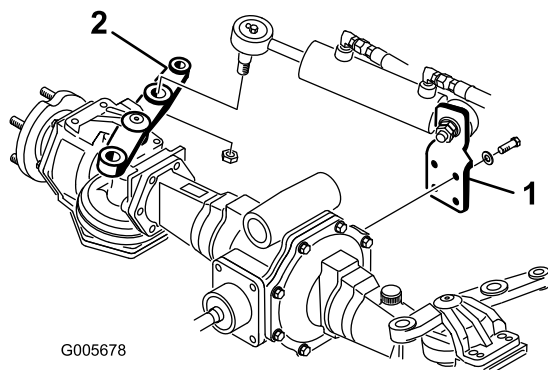

Figure 3
2. Montez le support de vérin à l'arrière du pont avec 4 vis (M10 x 30) et rondelles (Figure 3). Appliquez du Loctite 242, ou un produit équivalent, et serrez les vis à un couple de 65 à 81 Nm.
4. Fixez la rotule au bras de direction avec l'écrou à créneaux (Figure 3) et serrez à un couple de 94 à 122 Nm. Remettez la goupille fendue.